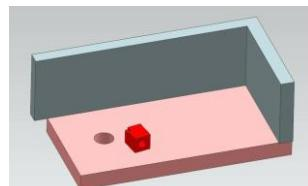
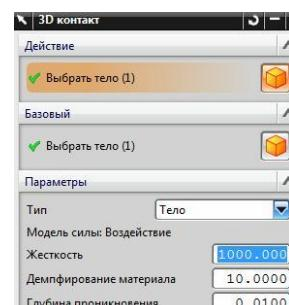
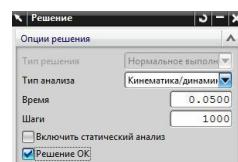

рис.43
рис.45
рис.46
- Во втором примере (рис.43, 44) кроме скалярной силы приходится применить и упор между красным кубиком и серым ограждением. Параметры этого упора показаны на рис.45. Рекомендуемые параметры *Решения* представлены на рис. 46. Необходимые детали и готовую статическую сборку возьмите из директории *Prim_Skalyr_Sila*.